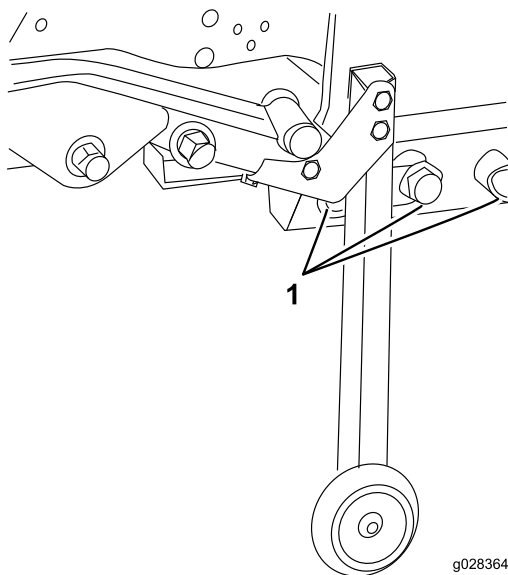

図 85
38. 夏用デッキとフォレームを取り付け位置にセットし、ボルト 3/4 インチ5本、ワッシャ、ナットでデッキフレームを後フレームに接続する 図 85。